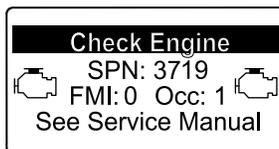

図 75
- エンジン警告 SPN 3719, FMI 0 (図 75)